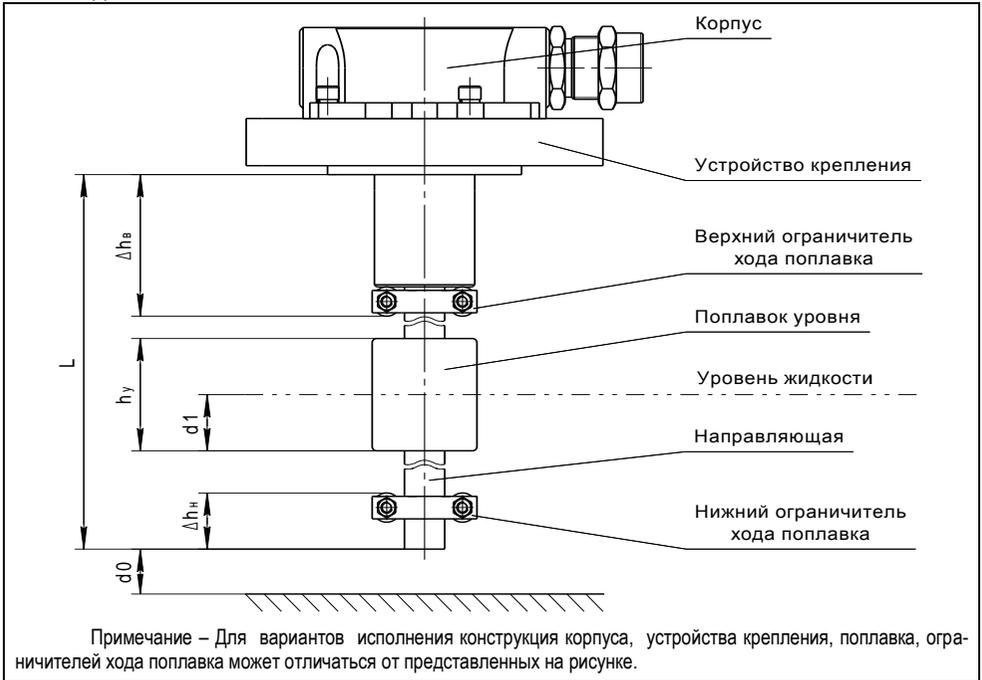

Рисунок 1
1.2.2 Длина направляющей L (см. рисунок 1) определяется заказом в пределах от 500 до 2500 мм.
Величина нижней неизмеряемой зоны  $\Delta h_n$  определяет положение нижнего ограничителя хода поплавка (см. рисунок 1). При выпуске из производства она устанавливается минимальной, равной 20 мм.
Величина верхней неизмеряемой зоны  $\Delta h_{\text{в}}$  определяет положение верхнего ограничителя хода поплавка (см. рисунок 1). При выпуске из производства по умолчанию она устанавливается равной минимально возможному значению  $\Delta h_{\text{вmin}}$ :
1.4.1 Преобразователь (см. рисунок 1) состоит из корпуса, соединённого с устройством крепления и направляющей, на которой устанавливаются: поплавок уровня и ограничители хода поплавка.